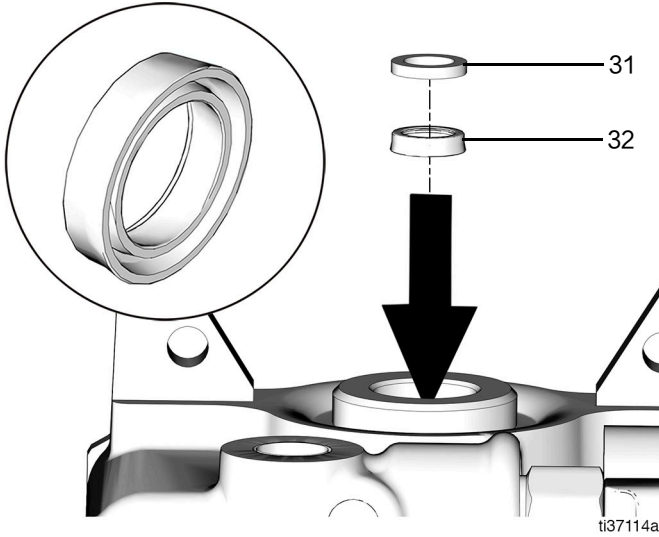

图 50
1. 将喉管密封件 (32) (U形杯) 放到泵外壳中, 唇缘向下 (图 50)。
2. 将铜垫圈 (31) 放在喉管密封件 (32) (U形杯) 的顶部 (图 50)。